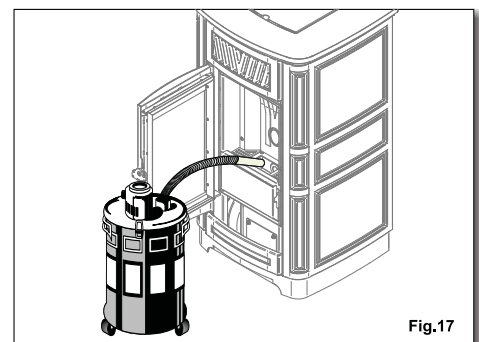

Fig.17
**PULIZIA DEL VANO SOTTO BRACIERE (fig.17)**: Eliminare la cenere che si deposita all'interno del vano.